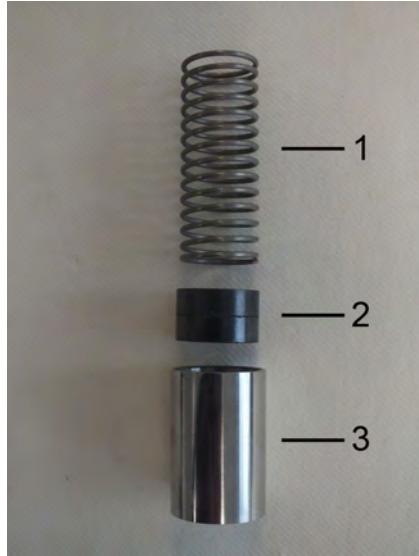

Abb. 61: Innenteile
8. ➤ Feder (Abb. 61/1) mit Magneten (Abb. 61/2) in den Schwebekörper (Abb. 61/3) einführen, dabei die Magnetpolung beachten (Nordpol in Richtung Geräteausgang)